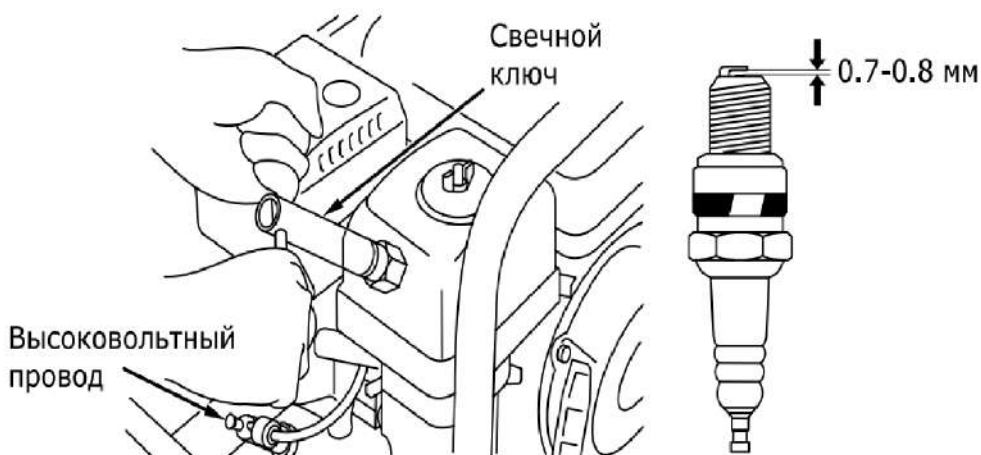

Рис. 15
- Выверните свечным шестигранным ключом (входит в комплект поставки) и осмотрите свечу (рис. 15). Юбка свечи (между керамической частью и металлической частью) должна иметь желтовато-коричневый цвет.
- Проверьте величину зазора между заземляющим и центральным электродами, используя специальный щуп. При необходимости установите зазор 0,7 – 0,8 мм (рис. 15).